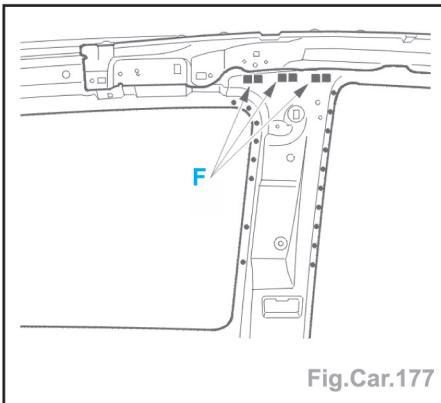

Fig.Car.177
- Souder par points électriques et par cordons soudo-brassage (suivant F) (Fig.Car.177).